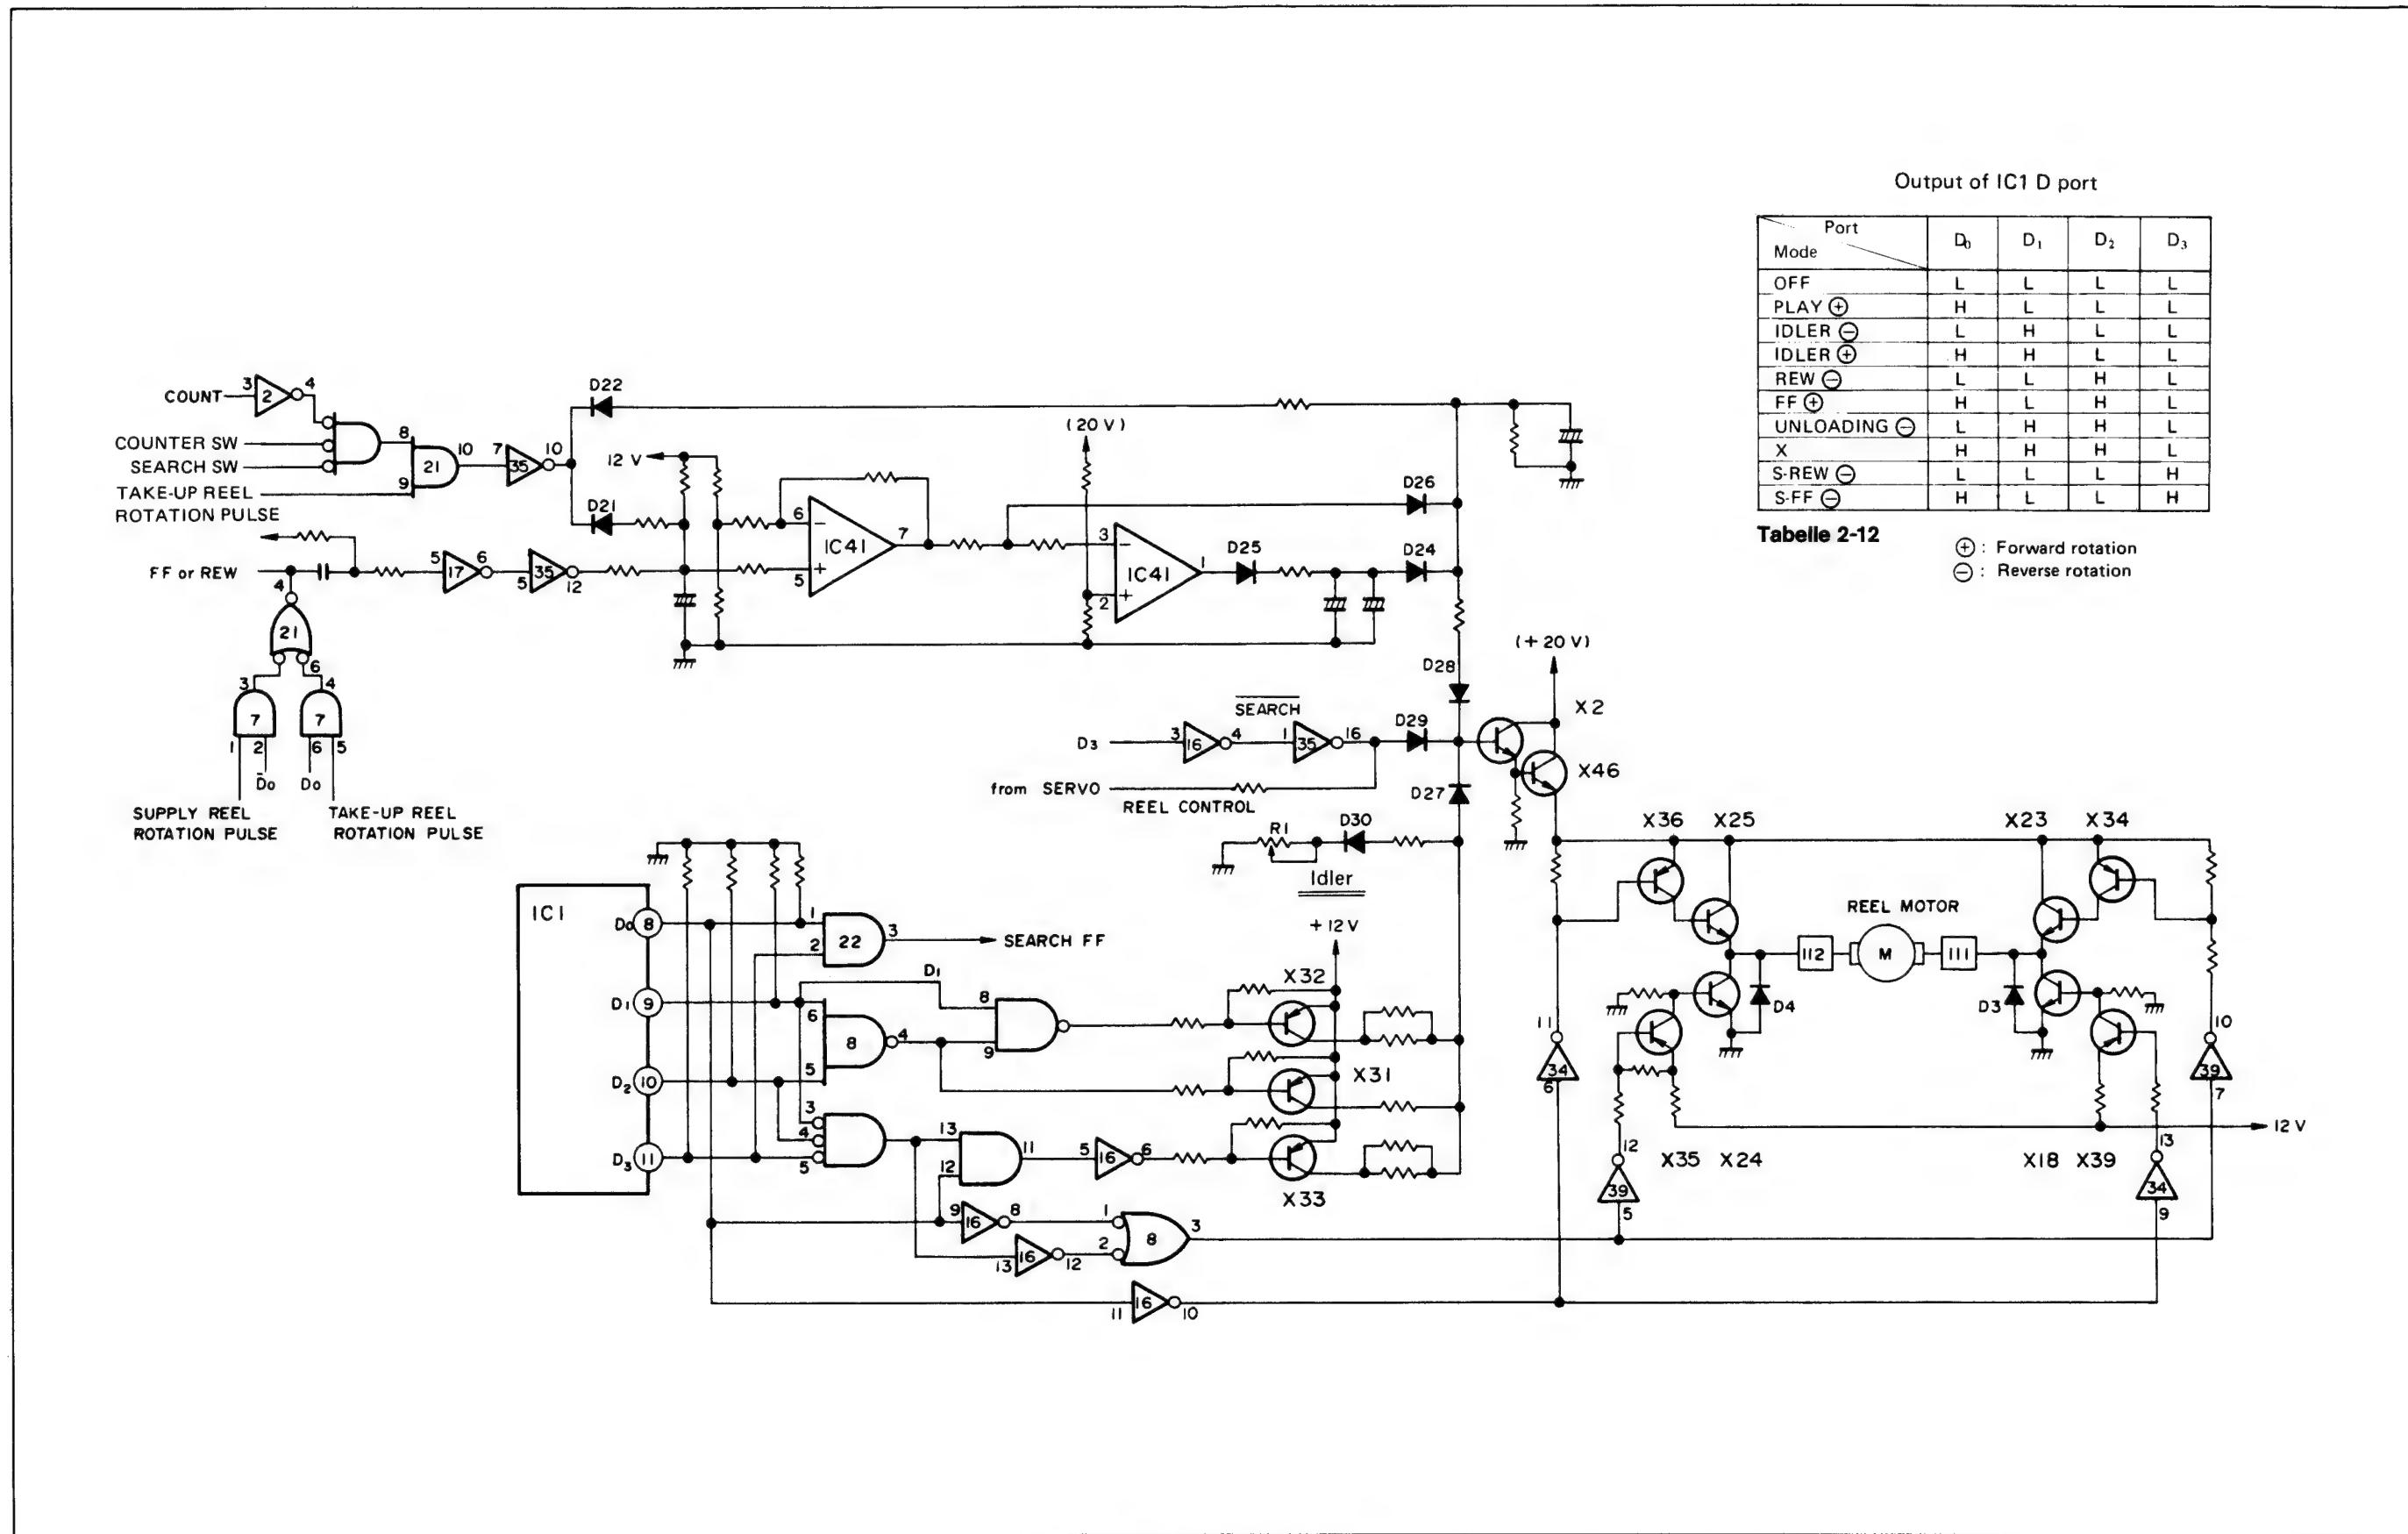

Fig. 2-69 Wickelmotor-Steuerung
3. Wickelmotor-Steuerung (Fig. 2-69)